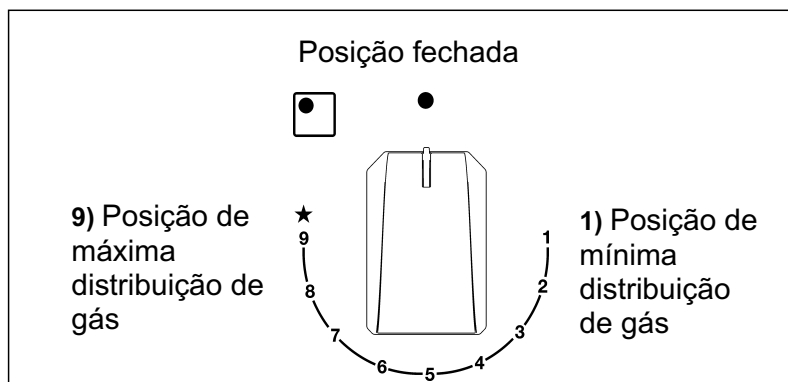

FIG. 17
Carregue no botão correspondente ao queimador que pretende utilizar e gire-o para a esquerda, colocando-o na posição de Máximo  (posição 9 fig.17). Prima então o botão até ao fim, a torneira está equipada com uma escala de 9 posições, com cada clique a chama é reduzida até atingir a posição de 1, ou seja, o fornecimento mínimo de gás.
Com os queimadores providos de termopar de segurança, é necessário girar para a esquerda o botão correspondente ao queimador que pretende utilizar, colocá-lo na posição de Máximo (posição 9 fig. 17) até perceber uma pequena paragem e premir então o botão. Com o queimador aceso, mantenha o botão premido durante cerca de 10 segundos.
- Quando a água começar a ferver, coloque o botão na posição de Mínimo (Posição 1, fig. 17).
- **queimadores com dispositivo de falha de chama só pode ser inflamado quando o botão tem-se relacionado com o total de Setembro, sobre a posição de Máximo (Posição 9, fig. 17).**